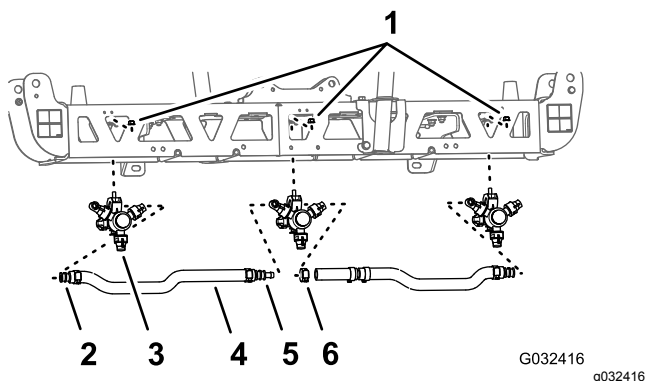
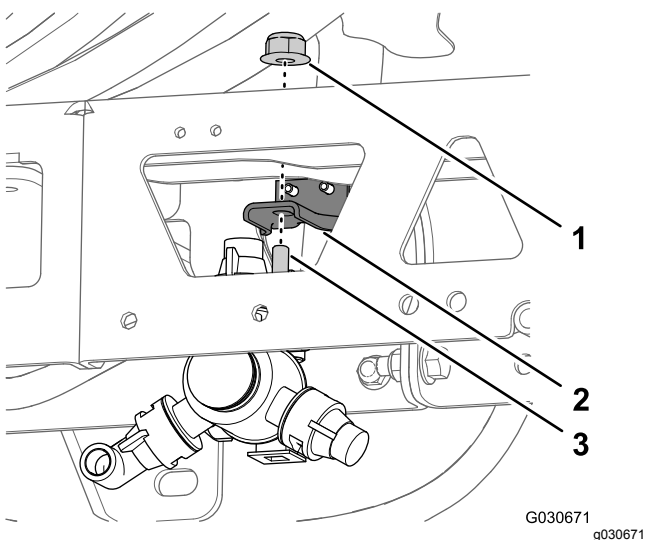

図 46
図 47
1. センターブーム部で、ノズルをノズルマウントに固定しているフランジロックナット外す 図 46と図 47。
3. センターブームからノズルを外す 図 46 と 図 47。
5. センターブームから、ホース内径 3/4 インチ、バーブ付きホースシャック、クランプ、バーブ付き字フィッティングを外す 図 46。